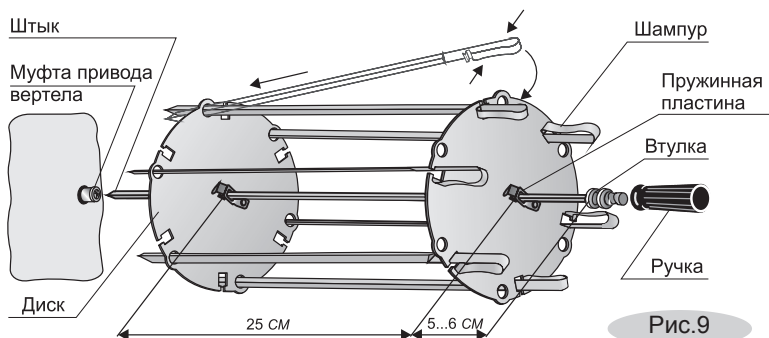

Рис.9
- Сжав пружинные пластины, наденьте на штык диск и установите его на расстоянии 5-6 см от втулки (рис.9).